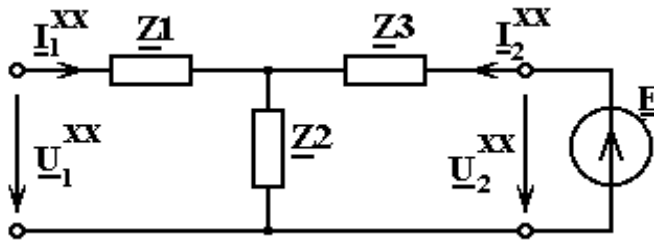

Рис. 5.13
2.1. Расчётная схема четырехполюсника (рис.5.13)
2.3. Напряжения в схеме (рис.5.13) $\underline{U}_2^{xx} = \underline{I}_2^{xx} (\underline{Z}_3 + \underline{Z}_2)$, $\underline{U}_1^{xx} = \underline{I}_2^{xx} \cdot \underline{Z}_2$.